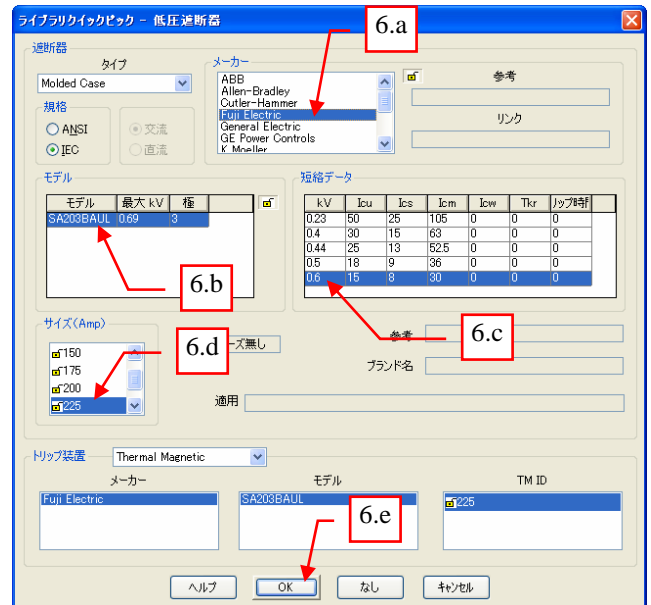

図 30
6. “ライブラリクイックピック – 低圧遮断器” ダイアログボックスに、以下のように入力します。 図 30 参照